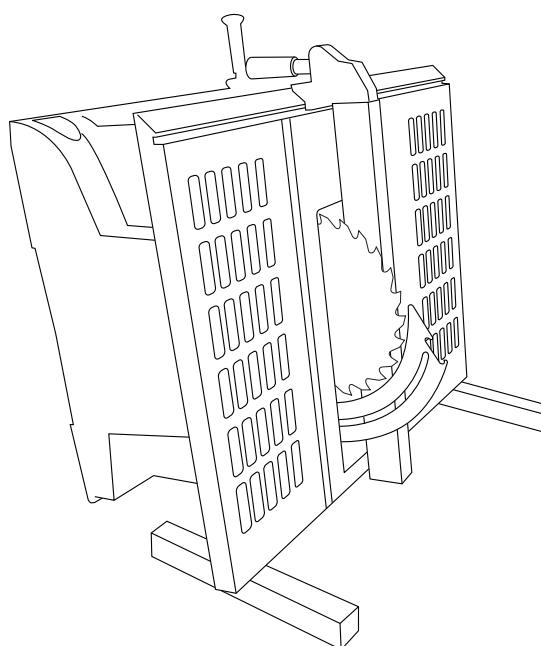

FIG. 21
7. Tilt and rest the saw on 1" thick wooden blocks at the back (Fig 21) to allow access to the riving knife attachment screws from under the saw. Make sure blocks are thick enough for the fence to move freely from side to side.
7. Inclinez la scie et placez-la sur des blocs de bois d'un pouce (2,5 cm) d'épaisseur à l'arrière (Fig. 21) afin de rendre possible l'accès aux vis de fixation du couteau diviseur depuis le dessous de la scie. Assurez-vous que les blocs sont assez épais pour que le guide de refente puisse se déplacer librement d'un côté à l'autre.
7. Inclina y apoye la sierra sobre bloques de madera de 1 pulgada de grosor en la parte de atrás (Fig. 21) para permitir el acceso a los tornillos de sujeción de la cuchilla separadora desde debajo de la sierra. Asegúrese de que los bloques sean lo suficientemente gruesos para que el tope-guía se mueva libremente de un lado a otro.